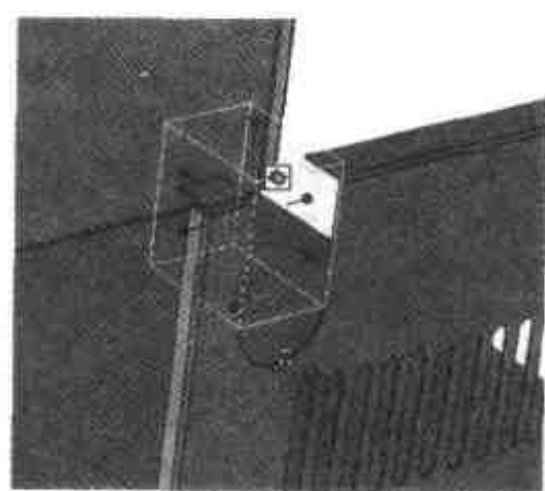

图 4.38 调整图素
- (2) 调整孔类长方体图素到如图 4.38 所示的位置。